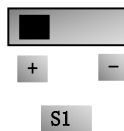
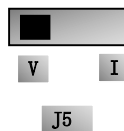

图 5-12
图 5-13
- (7) E2300 控制板端子附近有一拨动开关 S1，如图 5-12，S1 选择 AI1 通道的电压输入范围，拨到“+”端，AI1 的输入范围是 0~10V，拨到“-”端，AI1 的输入范围是-10~10V，具体拨码开关的对应位置，其他拨码开关的位置方式详见下表 5-2。
- (8) 闭合 DI3 开关，电机开始正向运转；
- (9) 在运行中，可调节设定电位器，修改变频器当前设定频率；
- (10) 在运行中，断开 DI3 开关，再闭合 DI4 开关，电机运行方向改变；
- (11) 断开 DI3 开关和 DI4 开关，电机减速，直到停止运行；
- (12) 断开空气开关，变频器断电。
- (13) E2300 有两路模拟量输出端子 A01、A02，A02 端子只可以输出电流信号；A01 端子既可以输出电压信号也可以输出电流信号，电压电流输出选择开关是 J5，见图 5-13，A01 输出关系如表 5-4。